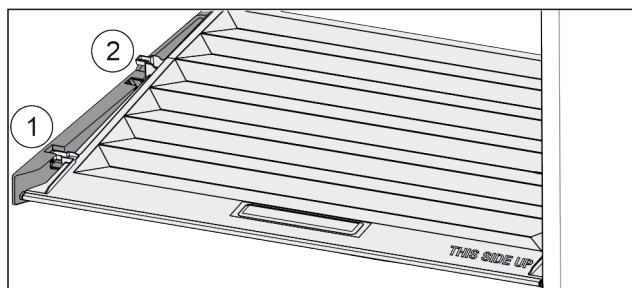

Fig. 81
- ▶ Потянуть крышку до отверстия в поддерживающих деталях вперед Fig. 81 (1).
- ▶ Поднять сзади снизу и извлечь Fig. 81 (2) движением верх.